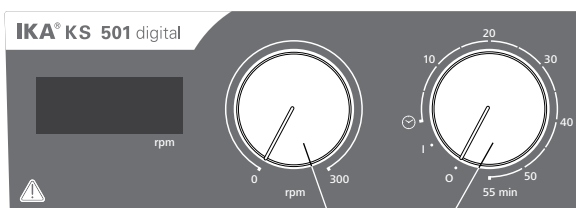

Fig. 3
- ☞ Para ligar o aparelho rode o botão rotativo “**On/Off**” e “**Timer**” (**B**, ver Fig. 3) no sentido dos ponteiros do relógio para a posição “**1**”.
- ☞ Defina a rotação do motor com o botão regulador “**Rotação**” (**C**, ver Fig. 3). A rotação do motor pode ser regulada para 0 a 300 rpm.